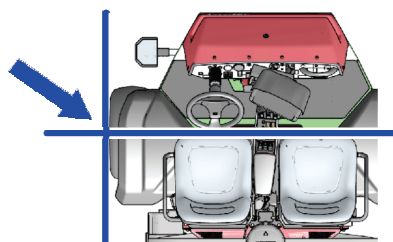

图 40
2. 在新场地边界的起点处对齐左前轮胎的外侧中心部分 图 40。